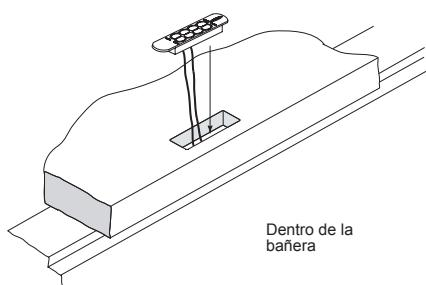

Figura 6: Panel de control
- 5** Baje el panel de control hacia el recorte y presione con firmeza para incrustar el adhesivo (Figura 6).